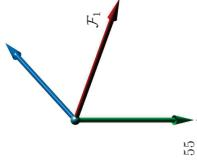

FIGURE 6.9 – Réponse à l'exercice 6.4(a).
6.7. Le dessin de la figure 6.9 illustre les référentiels  $\mathcal{F}_a$  et  $\mathcal{F}_b$  ainsi que le référentiel de l'outil du robot, tpince. La feuille sur la table est de format A4 (210 mm  $\times$  297 mm). Dessiner l'outil sur la figure, à la suite des séquences de commandes suivantes :